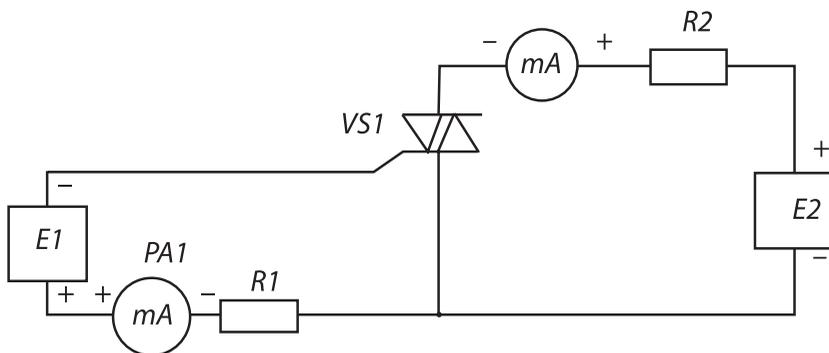

Рис. 4.3
10.1. Собрать схему, изображенную на рис. 4.3. Установить $R1 = 100 \text{ Ом}$, $R2 = 120 \text{ Ом}$, напряжение $E2 = 25 \text{ В}$. Поднимая напряжение $E1$, определить ток I_{y1} управляющего электрода, при котором включается симистор.